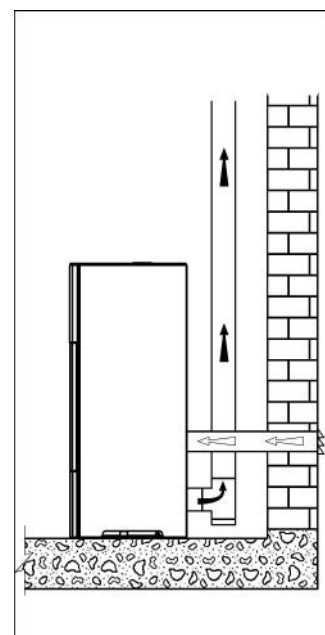

Fig. 5.6a
- conectar la entrada del aire comburente de la estufa a la toma de aire con un conducto adecuado (Fig. 5.6a).